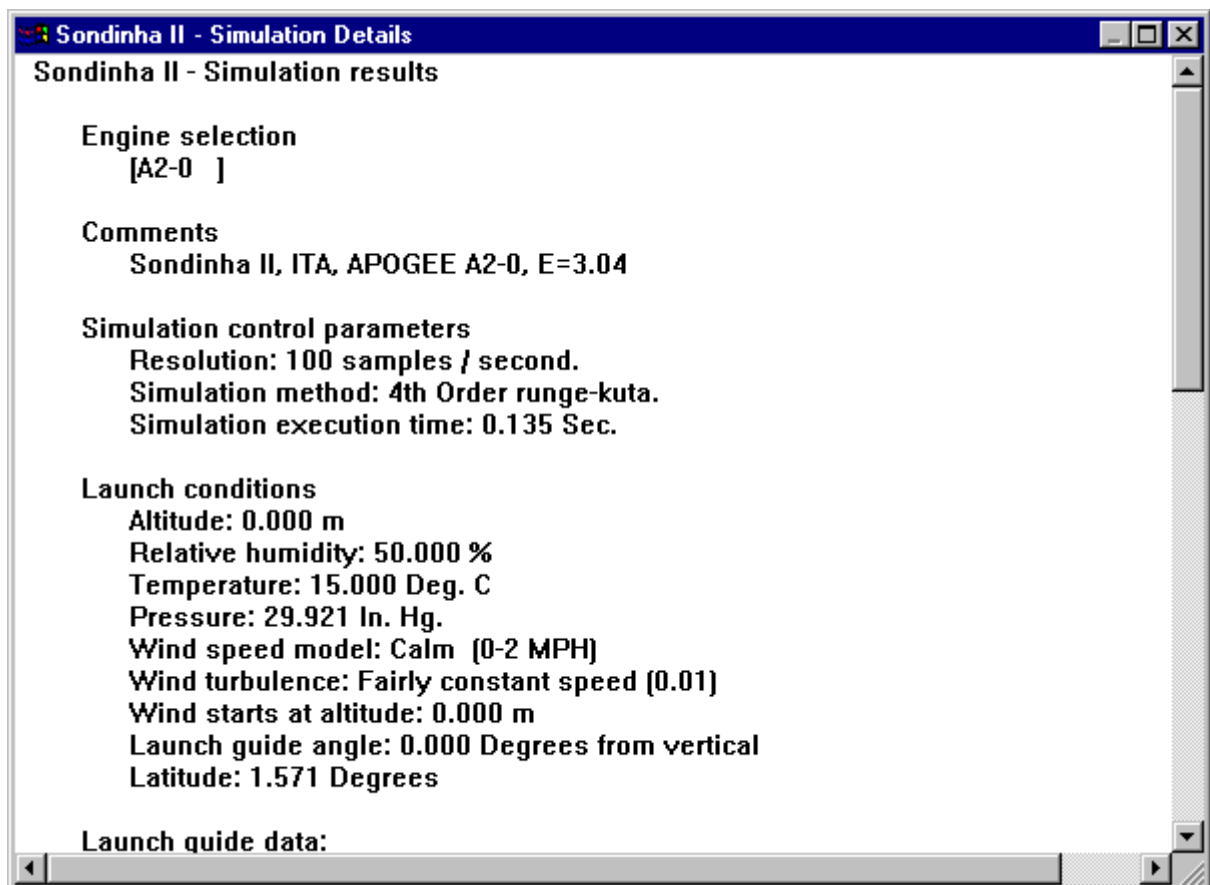

Figura 6. Detalhes numéricos dos resultados de uma simulação.
- (c) Abre-se um arquivo (Figura 6) do tipo texto mostrando detalhes da simulação; por exemplo: tempo de voo desde a ignição até o impacto = 12.54 s; velocidade no impacto = – 110.5 km/h.